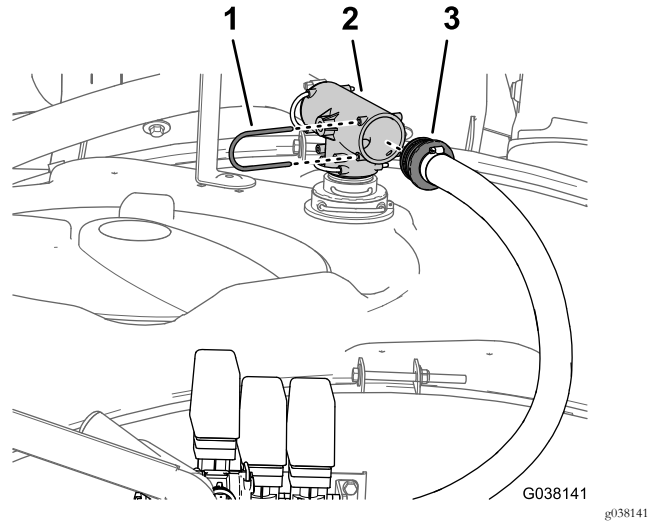

图25
5. 在打药车药缸的顶部拆下将旁通软管的直通宝塔接头固定至 T 形接头的卡环 图25。
6. 从 T 形接头卸下直通宝塔接头 图25。